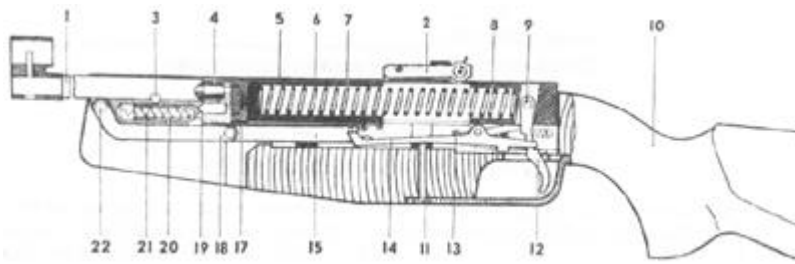

Рис. 2.
8-2. Разбирать винтовку следует только для профилактики или устранения неисправностей в следующем порядке (см. рис. 2):
8.6. При уменьшении скорости полета пули, о чем можно судить по снижению ее работоспособности, необходимо заменить манжету 17 (см. рис. 2).
8.7. При обнаружении утечки воздуха при выстреле между казенной частью ствола и ствольной коробкой необходимо перевернуть прокладку ствола 4 (см. рис. 2).